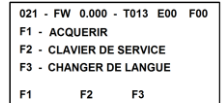

Fig. 3
- Appuyez sur la touche associée au symbole **F1** dans 10 secondes (Fig.3) ; un autre écran apparaît (Fig.4).